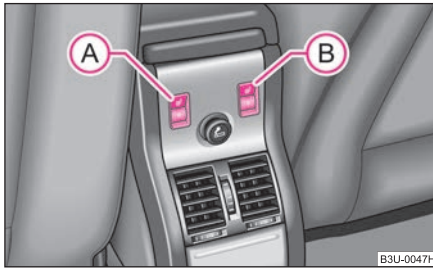

Abb. 63 Mittelkonsole
- Durch Drehen am Rändelrad (A) bzw. (B) ⇒ Abb. 63 können Sie die Heizung am linken bzw. rechten Rücksitz einschalten und regulieren.